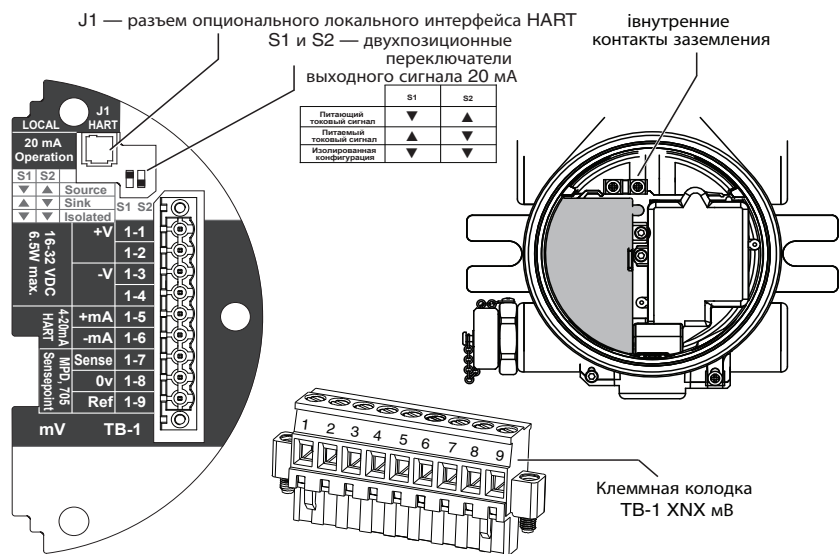

Рис. 45. mV personality board terminal blocks and jumper switches.
3. Выполните соединения клеммной коробки, как показано на рис. 45, и подключите разъем к задней панели платы мВ-специализации. В конфигурациях с удаленной установкой MPD три провода датчика, соединяющие его со штыревой клеммной колодкой, необходимо пропустить через прилагаемую ферритовую шайбу (номер по каталогу Honeywell Analytics 0060-1051, входит в комплект принадлежностей), как показано на рис. 48.